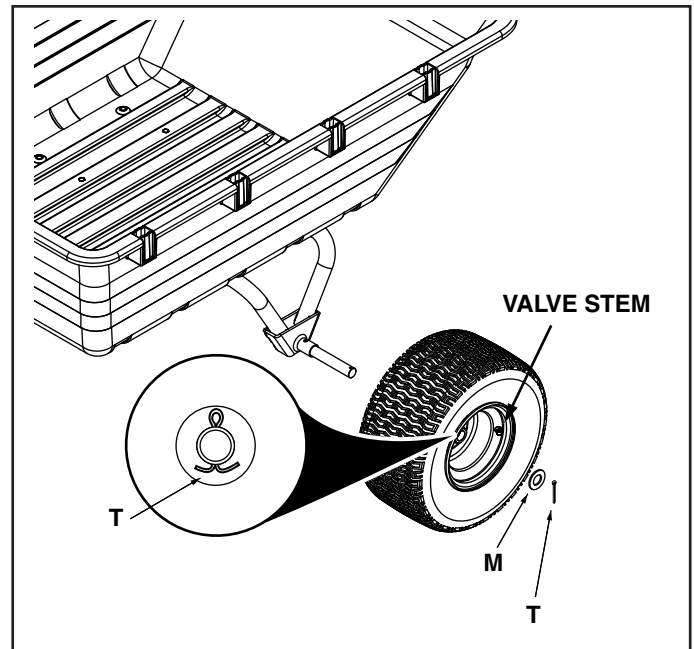

FIGURE 14
STEP 14: (SEE FIGURE 14)
1. With the valve stem facing out, place the wheel onto the axle and secure with a 1" washer (M) and a 3/16" x 2" cotter pin (T). Spread the ends of the cotter pin. Repeat for the other side.
ÉTAPE 14 : (VOIR FIGURE 14)
1. Le côté valve étant tourné vers l'extérieur, engager la roue sur l'essieu et l'attacher avec une rondelle de 1 po (M) et une goupille fendue de 3/16 po x 2 po (T). Écarter les extrémités de la goupille. Répéter de l'autre côté.